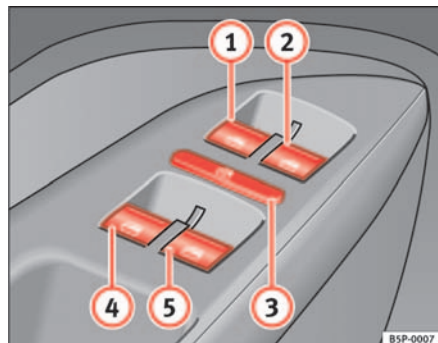

Abb. 71 Ausschnitt aus der Fahrertür: Bedienelemente für vordere und hintere Fenster
Die Tasten ⇒ Seite 106, Abb. 71 ① und ② haben zwei Stufen zum Öffnen und zwei zum Schließen des Fensters. Dadurch ist es einfacher, die Öffnungs- und Schließvorgänge zu kontrollieren.